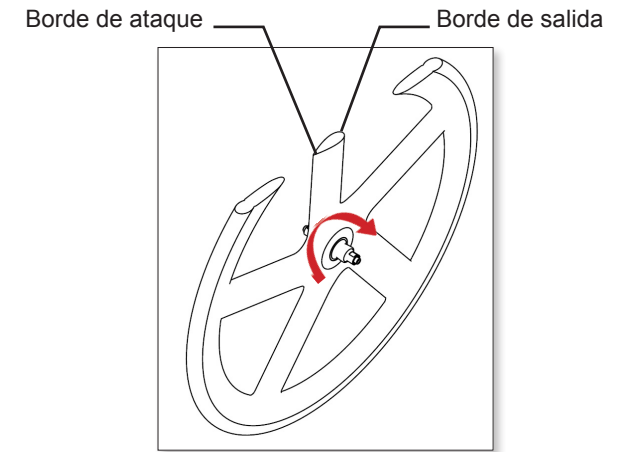

Figura 3
- Compruebe la dirección de giro de su rueda delantera de 3, 4 o 5 Radios para aprovechar su ventaja aerodinámica (borde de ataque y borde de salida). (**Figura 3**).